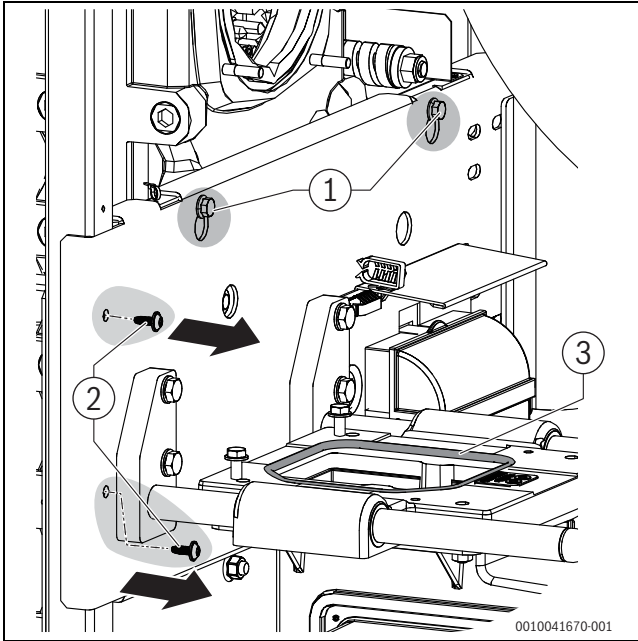

Рис. 10 Винты на нижней части горелки
- ▶ Удалите 4 винта на крепежной пластине нижней части горелки (→Рис. 10, [2]).
- ▶ Ослабьте 2 стопорных винта на крепежной пластине нижней части горелки, не удаляйте (→Рис. 10, [1]).
- ▶ Следите за правильностью монтажа уплотнений (→Рис. 10 и 72).